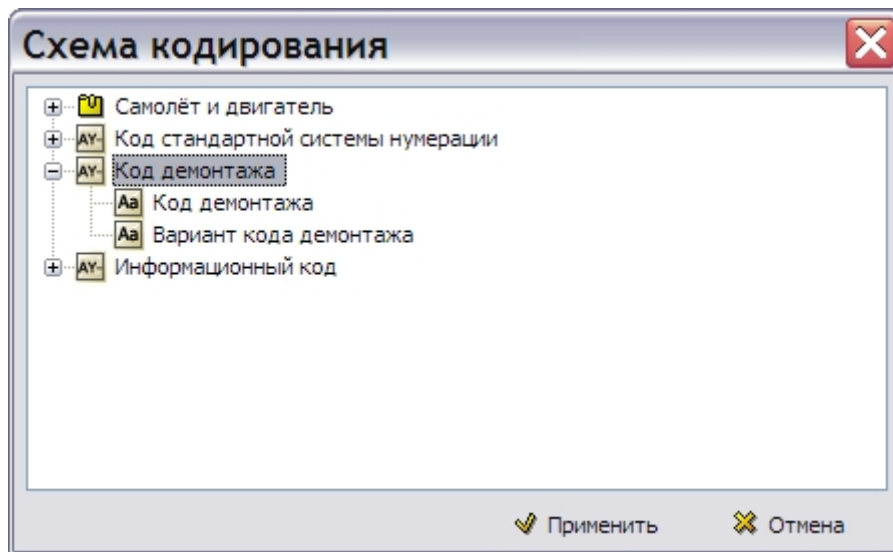

Рис. 4.22
7. В окне **Схема кодирования** выберите поле кода **Код демонтажа** (Рис. 4.22).